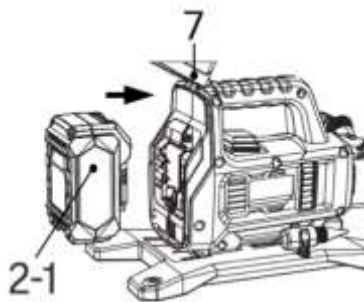

fig. 2
2. Enlevez le couvercle arrière (n° 7) (fig. 2).